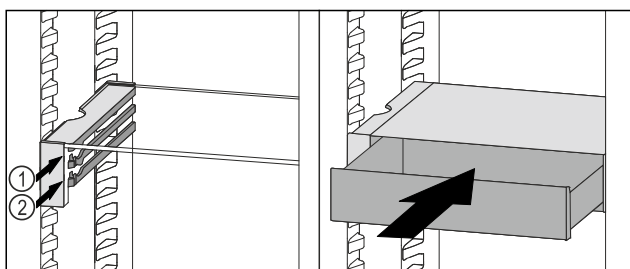

Fig. 171
- Posizionare il cassetto VarioSafe dietro i tappi sulla nervatura desiderata Fig. 171 (1) o Fig. 171 (2).